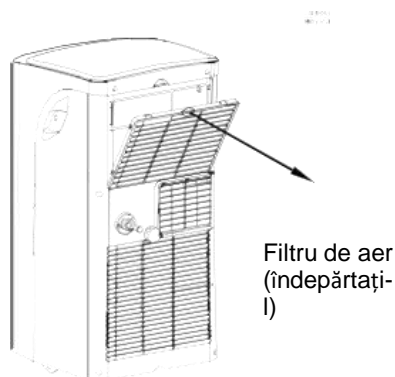

Fig. 24
Scoateți filtrul de aer în sensul săgeții în afară (Fig.24).
- Scoateți dopul din scurgerea din podea și lăsați toată apa să se scurgă din tăvița inferioară (vezi Fig.24).